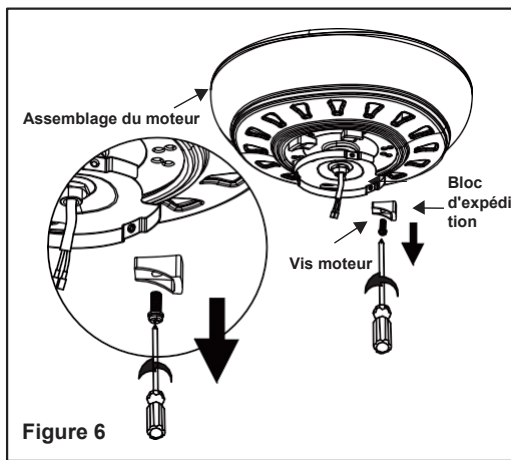

Figure 6
**Étape 3.** Retirez les 5 vis du moteur pré-assemblées au bas de l'assemblage du moteur, en jetant les vis et les blocs d'expédition pré-assemblés. (Fig.6)